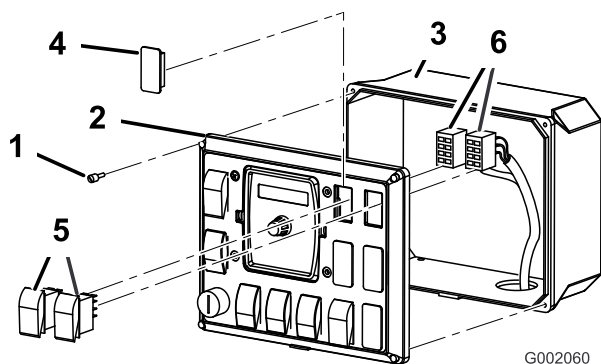

図 28
1. 前パネルを制御ボックスに固定しているねじ 4 本をゆるめる (図 28)。
2. 前パネルを外し、コントロール・ボックス内部が見えるようにする (図 28)。
3. 車両の散布コントロール・パネルについている打ち抜き栓2ヶ所を打ち抜き、キットに付属しているロッカー・スイッチ2個を、打ち抜いた穴に取り付ける (図 28)。